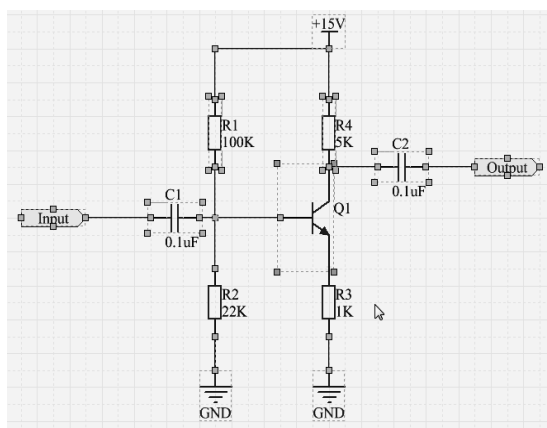

图 4-1-20 电阻 R2 和 R3 已经被取消选中状态
③ 在对角线位置再次单击，即可取消 R2 和 R3 这两个电阻的选中状态，如图 4-1-20 所示。